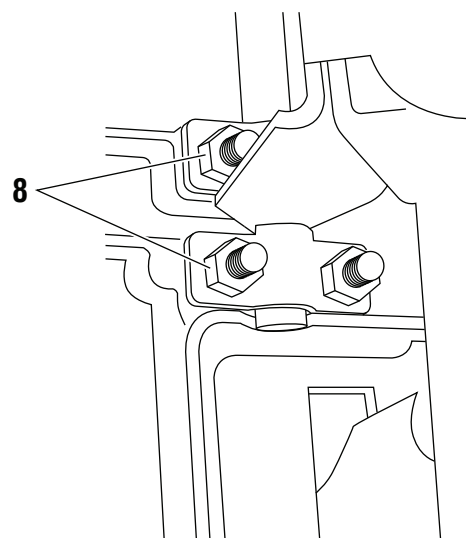

FIG. 14
11. Adjust the blade to 45 degree bevel setting and lock with bevel lock knob to get access to the remaining two adjustment nuts **8**. Loosen these remaining two adjustment nuts by approximately 1/2 turn each – Fig. 14.
11. Ajustez la lame à un paramètre de réglage de l'angle de biseau de 45 degrés et verrouillez-la dans cette position avec le bouton de verrouillage du biseau pour avoir accès aux deux autres écrous de réglage 8. Desserrez ces deux écrous de réglage restants d'approximativement 1/2 tour chacun – Fig. 14.
15. Une fois que l'alignement sera correct, serrez les deux écrous de réglage du devant (6) et les deux écrous de réglage latéraux (7).
16. Vérifiez à nouveau l'alignement. Si un réglage additionnel est nécessaire, desserrez les deux écrous de réglage du devant (6) et les deux écrous de réglage de droite (7), et recommencez les étapes 13, 14 & 15 jusqu'à ce que la lame soit parallèle à la fente du guide d'onglet.